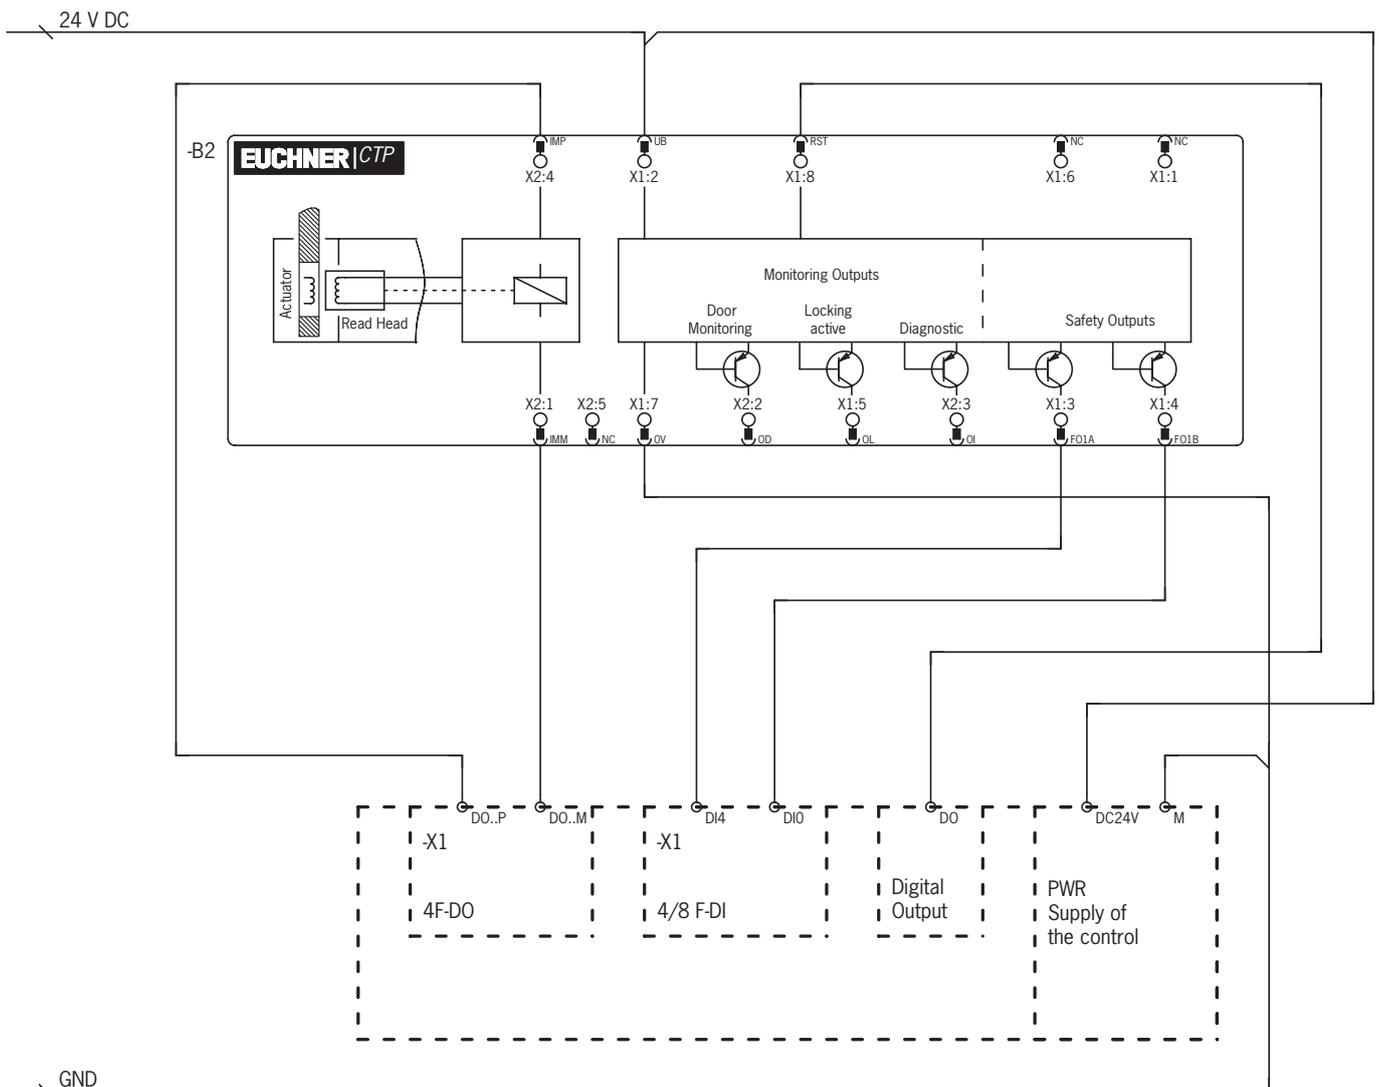

Fig. 4: Ejemplo de conexión a ET200
- En caso de accionamiento de doble canal de la tensión del solenoide mediante salidas seguras en un sistema de control deben tenerse en cuenta los siguientes puntos (véase también la Fig. 4 en la página 17):